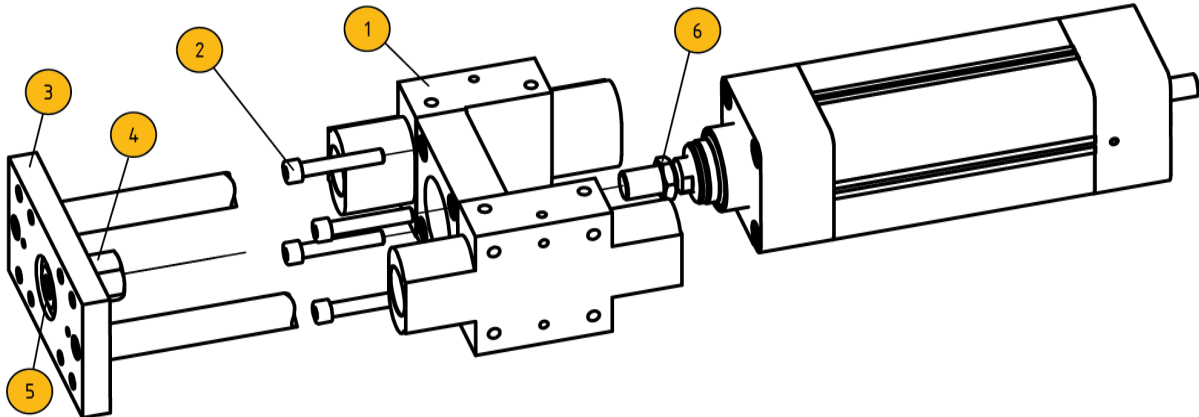

Abbildung 8: Montage der Stangenführung
- ◆ Packen Sie die Stangenführung aus und entfernen Sie die Transportsicherung zwischen dem Stangenführungsmodul (siehe Abbildung 8: Montage der Stangenführung Pos.1) und der Frontplatte (siehe Abbildung 8: Montage der Stangenführung Pos. 3).
- ◆ Schieben Sie das Stangenführungsmodul (siehe Abbildung 8: Montage der Stangenführung Pos. 1) auf den Zentrierbund des ETH Zylinder.
- ◆ Verschrauben Sie das Stangenführungsmodul mit den mitgelieferten Schrauben (siehe Abbildung 8: Montage der Stangenführung Pos. 2) und dem erforderlichen Anzugsmoment. Anzugsmomente siehe Kapitel 2.1.2.2
- ◆ Lösen Sie die Schraube (siehe Abbildung 8: Montage der Stangenführung Pos. 5), sodass die Überwurfmutter (siehe Abbildung 8: Montage der Stangenführung Pos. 4) frei beweglich ist.
- ◆ Drehen Sie die Überwurfmutter auf die Kolbenstange des ETH Zylinders und kontern Sie diese mit der Sechskantmutter (siehe Abbildung 8: Montage der Stangenführung Pos. 6).
- ◆ Klemmen Sie die Überwurfmutter mit der Frontplatte in dem Sie die Schraube (siehe Abbildung 8: Montage der Stangenführung Pos. 5) mit dem erforderlichen Anzugsmoment festziehen.